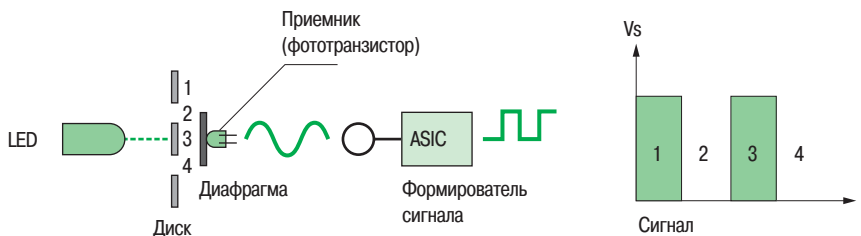

Рис. 46: Принцип работы датчика положения
■ Техническая реализация (см. **Рис. 46**)